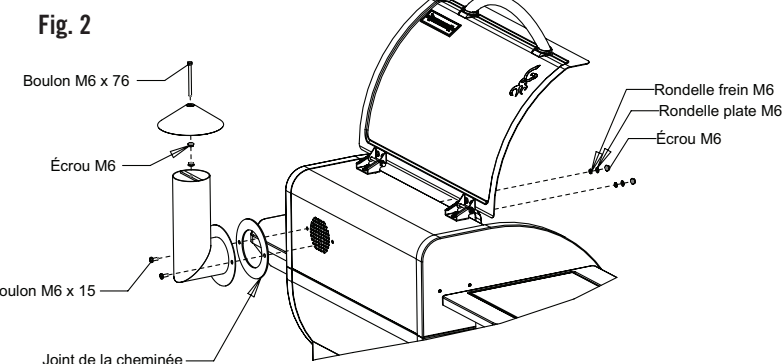

Fig. 2
1. Monter la cheminée sur le barbecue comme indiqué à la Fig. 2. S'assurer que le joint de la cheminée est placé entre le barbecue et la cheminée.
3. Placer le boulon M6 x 76 à travers le chapeau de la cheminée et l'attacher au moyen d'un (1) écrou M6. Visser un deuxième écrou sur le boulon en laissant environ 3,8 cm à partir de l'extrémité supérieure du chapeau. Visser l'ensemble du chapeau vers le bas dans le support de la cheminée jusqu'à ce que l'écrou du bas touche le support. Voir la figure 2.